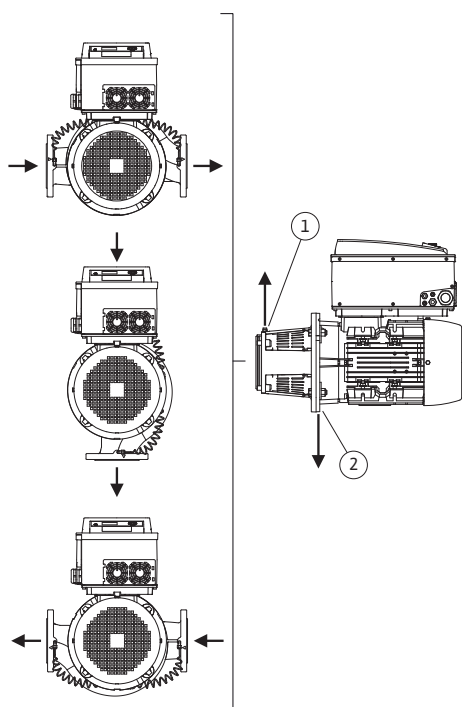

Fig. 14: Toegestane inbouwposities met horizontale motoras
De toegestane inbouwposities met horizontale motoras en elektronicamodule naar boven gericht (0°) zijn in Fig. 14 weergegeven.
De ontluchting van de pomp is optimaal gewaarborgd als het ontluchtingsventiel omhoog wijst (Fig. 14, pos. 1).
Het condensaat dat ontstaat, kan gericht worden afgevoerd via aanwezige boorgaten, het pomplantaarnstuk en de motor (Fig. 14, pos. 2).